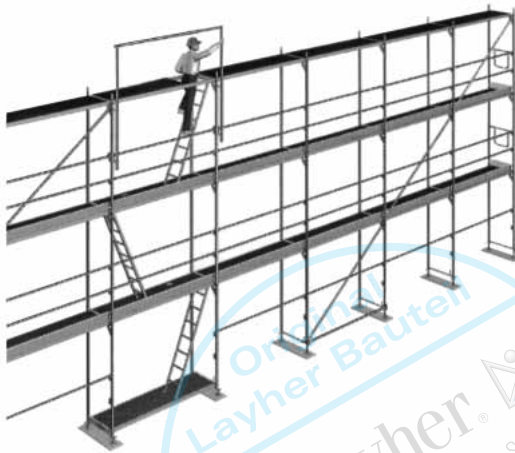
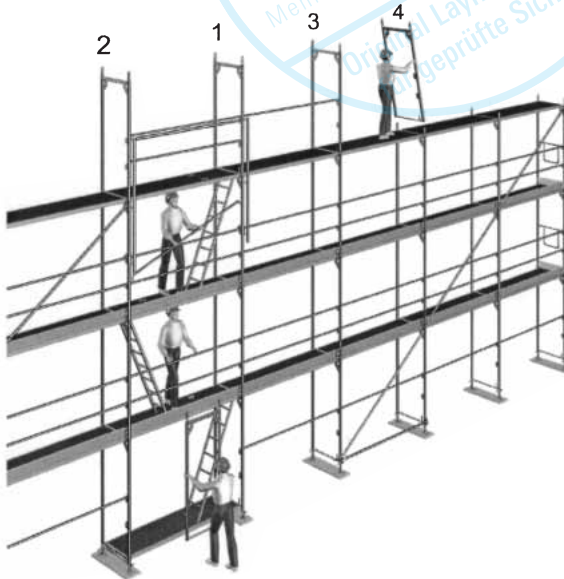

Bild 9 : Einsatz des Layher Montagesicherungsgeländers
Bild 10 : Vertikaltransport und Montage der weiteren Stellrahmen und Geländers
- die Verwendung des Layher Montagesicherungsgeländers (MSG) im Aufstiegsfeld (siehe Bild 9),
In Gerüstfeldern, in denen Vertikaltransport von Hand durchgeführt wird, müssen Geländer- und Zwischenholme vorhanden sein. Bei diesem Handtransport muss auf jeder Gerüstlage mindestens eine Person stehen (siehe Bild 10 und 11).
Als Maßnahme zur Gefahrenabwehr beim Aufstieg auf die oberste Gerüstlage, empfiehlt der Hersteller die jeweils oberste Lage des Aufstiegsfeldes vorübergehend durch das Layher Montagesicherungsgeländer zu sichern (siehe Bild 9). Das Layher Montagesicherungsgeländer besteht aus zwei Montagepfosten und einem teleskopierbaren Montagegeländer. Es wird vom jeweils darunter liegenden, gesicherten Aufstiegsfeld aus montiert. Der Aufstieg auf die oberste Lage erfolgt durch die Durchstiegsöffnung des im Aufstiegsfeld vorhandenen obersten Gerüstbodens. Danach sind im vorübergehend gesicherten Aufstiegsfeld die beiden ersten Stellrahmen sowie der Geländer- und Zwischenholm zu montieren (siehe Bild 10). Der Geländerholm ist umgehend festzukeilen.
Die weiteren Stellrahmen sind ausgehend von dem Gerüstfeld, in dem der Vertikaltransport durchgeführt wird, zu montieren (siehe Bild 10 und 11). Der Geländerholm ist unmittelbar nach dem Stellen der dafür erforderlichen Rahmen zu montieren. An den Endfeldern sind die Stirngeländer einzubauen.